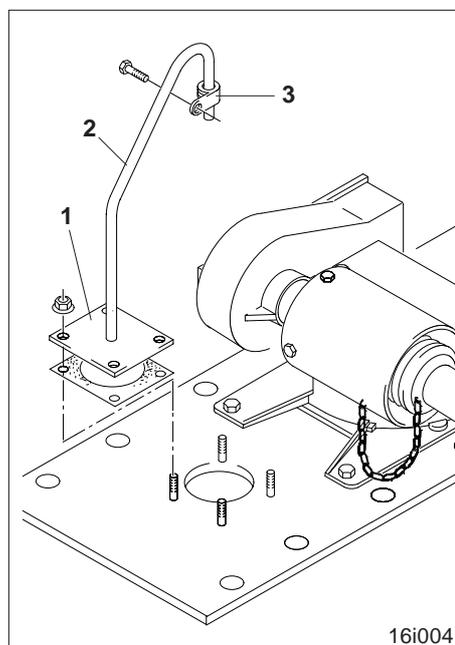

Fig. 19.5
Contrôlez le niveau d'huile du lamier toutes les 100 heures de travail. L'outil de préparation de sol étant placé en position horizontale, les dents de la ligne d'engrenages logée à l'intérieur du lamier doivent être plongées dans le bain d'huile jusqu'à mi-hauteur. Pour effectuer la vérification, déposez le couvercle (fig. 19.5/1) de la trappe de contrôle. Démontez d'abord le conduit du reniflard (fig. 19.5/2) puis refixez-le ensuite à l'aide d'un collier (fig. 19.5/3). Les lamiers sont garnis en usine avec de :
**Le couvercle de la trappe de contrôle est muni d'un conduit-reniflard (fig. 19.5/2). La communication atmosphérique doit être assurée en permanence pour éviter tout risque de dommage !**